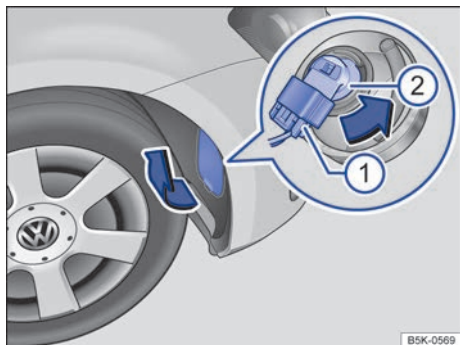

Fig. 225 En el guardabarros delantero derecho: cambio de lámpara en el faro.
3.	Desmonte la tapa del guardabarros con cuidado en el sentido de la flecha, en caso necesario haciendo palanca con la punta plana del destornillador de las herramientas de a bordo ⇒ fig. 225.
4.	Desbloquee el conector ① y desacóplelo.
5.	Gire el portalámparas ② en el sentido contrario al de las agujas del reloj (flecha), hasta el tope, y extraígallo junto con la lámpara hacia atrás.
8.	Acople el conector ① al portalámparas ②. El conector debe encastrar de forma audible.
9.	Coloque la tapa en el guardabarros ⇒ fig. 225.